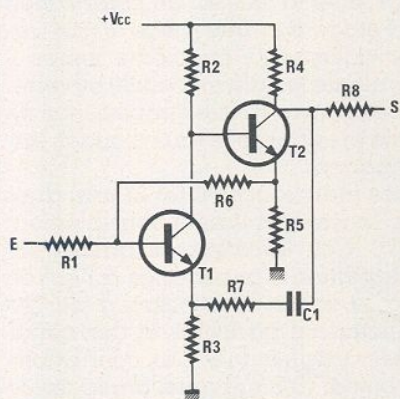

Figure 5 - Configuration paire série-shunt. (Contre-réaction tension-courant en continu et tension-tension en alternatif).
L'amplificateur à paire série shunt est représenté à la figure 5, c'est une structure assez connue. On cherche à réaliser un amplificateur de gain peu élevé : 10 à 20 dB, ayant une
réponse aussi plate que possible et une bande passante aussi étendue que possible. Le résultat est obtenu par deux boucles de contre-réaction et des étages ayant un faible gain en boucle ouverte. Le schéma de la figure 5 montre que les transistors T1 et T2 fonctionnent en amplificateurs inverseurs : étages émetteur commun. Le gain est assez faible puisque les résistances d'émetteur ne sont pas découplées.
où R_o représente l'impédance d'adaptation : 50 ou 75 Ω . Nous avons pour les autres paramètres $IC_1 = 5,5$ mA, $R_{E1} = 12 \Omega$, $r_b = 130 \Omega$ et $KT/q = 26$ mV. Finalement le facteur de bruit peut être évalué dans les deux cas : $N_F = 5,9$ dB ($R_o = 50 \Omega$), $N_F = 4,6$ dB ($R_o = 75 \Omega$). La tension continue présente sur la base du transistor Q_1 est calculée grâce à l'expression suivante V_E (DC) = $V_{BE1} + (IC_1 + IC_3) R_{E1}$. Pour une tension d'alimentation de 6 V, $V_B = 0,8$ V et $IC_1 = 5,5$ mA et la tension de polarisation est voisine de 1 V. Le schéma de principe de la structure paire série shunt, figure 5, montrait une contre-réaction globale assurée par